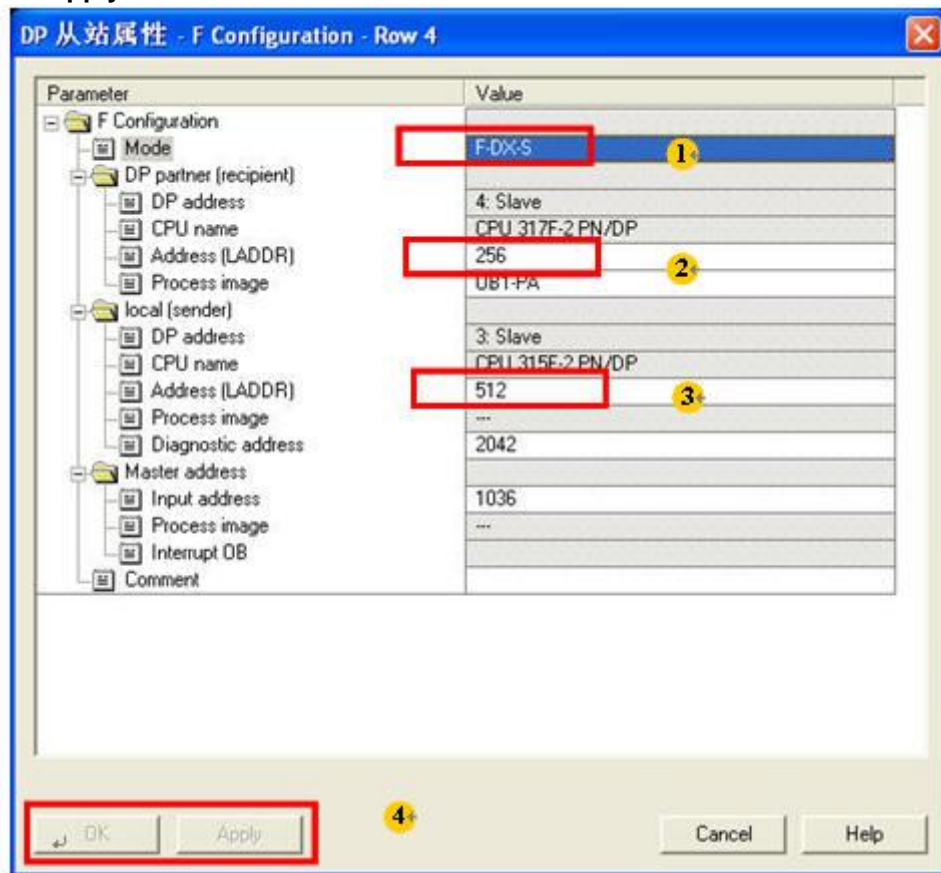

图 2-16 设置 DX 模式
- 16) 再次添加，设置 DX 组态数据：**Mode**：选择通讯类型，F-DX-S：4 号从站发送，3 号从站接收。**Address**：分别设置从站接口地址，编写时需要使用。最后点击 **OK** 或 **Apply**。以同样方法添加 **F-DX-R**:4 号从站接收，3 号从站发送。如图 2-16